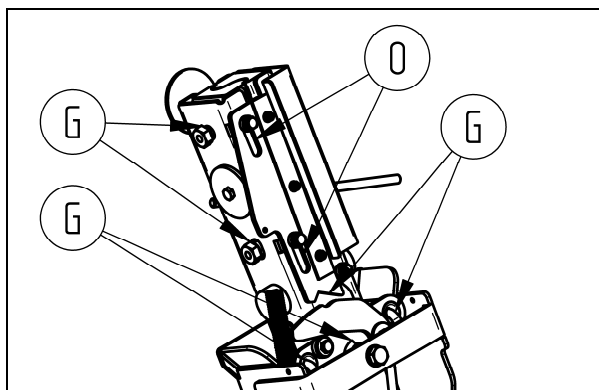

fig. 33 – Points de lubrification pince
Avant d'intervenir sur les composants situés au-dessous du berceau, positionner le ferme de sécurité (F) comme représenté en la fig 33.
- Lubrifier la pince (fig.33) avec gras sur les points indiqués G et avec huile sur les autres indiqués par la lettre O.